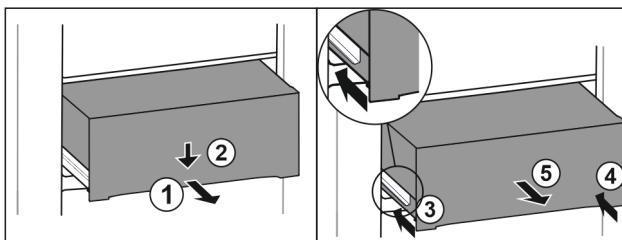

Fig. 93
- Вытяните выдвижной ящик наполовину. Fig. 93 (1)
- Вдавите выдвижной ящик в передней части вниз. Fig. 93 (2)
- Задвиньте левую направляющую прим. на 2 см. Fig. 93 (3)
- Задвиньте правую направляющую прим. на 2 см. Fig. 93 (4)
- Извлеките выдвижной ящик движением вперед. Fig. 93 (5)